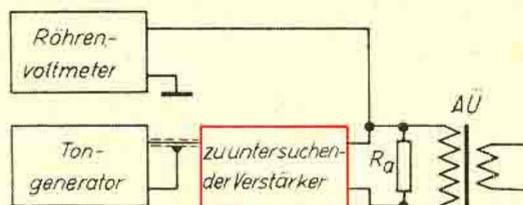

Abb. 41. Frequenzgangaufnahme eines Verstärkers
Ferner lassen sich so die Wirkungen von Gegenkopplungen gut untersuchen, am besten, indem nach Abb. 41 die Ausgangsspannungen des Verstärkers bei verschiedenen Frequenzen mit dem Röhrenvoltmeter gemessen und in Kurvenform in logarithmischem Maßstab aufgetragen werden. Baß- und Höhenanhebung, Nadelgeräuschfilter und ähnliche Schaltelemente lassen sich nur auf diese Weise richtig untersuchen, während die reine Abhörprüfung bei Musik oft Täuschungen ergibt. Um Lautsprecherresonanzen auszuschalten, wird die Schwingspule abgelötet und die Primärseite des Ausgangsübertragers mit einem ohmschen Anpassungswiderstand belastet.
d) Einstellung oder Prüfung einer 9 kHz-Sperre. Die 9 kHz-Frequenz wird vom Tongenerator auf den Verstärker gegeben und dessen 9 kHz-Sperre auf kleinste Ausgangsspannung abgeglichen. Zur Spannungsmessung wird ebenfalls nach Abb. 41 das Röhrenvoltmeter des Meßplatzes benutzt. Bei festeingestellter Sperre kann der Tongenerator durchgedreht und beobachtet werden, bei welcher Frequenz das Minimum liegt.